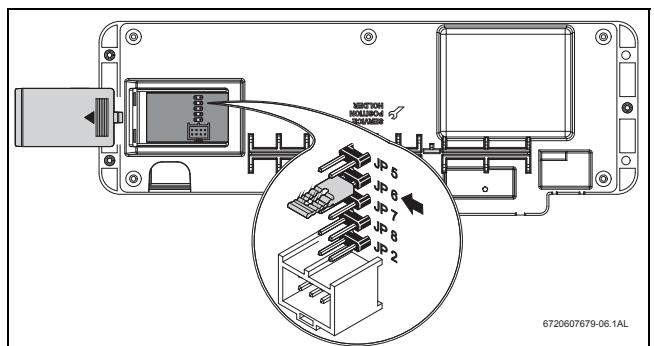

Рис. 14 Переоборудование со сжиженного газа на природный
- 1. Установите перемычку JP6 на плате управления (рис. 14).